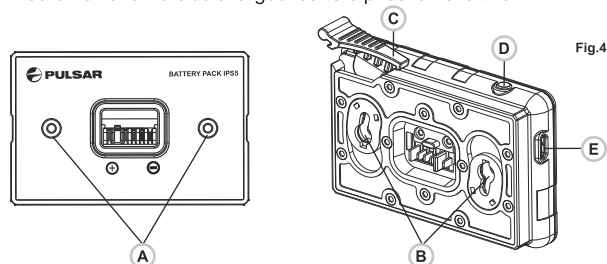

Fig.4
- Installez le bloc batterie dans le chargeur en insérant les broches **(A)** de la batterie dans les rainures **(B)** du chargeur. Le logo Pulsar sur le bloc batterie doit être placé plus près du levier ; encliquez le levier **(C)**(Fig.4).
- Au moment de l'installation, un voyant **LED vert (D)** sur le chargeur s'allumera et commencera à clignoter: